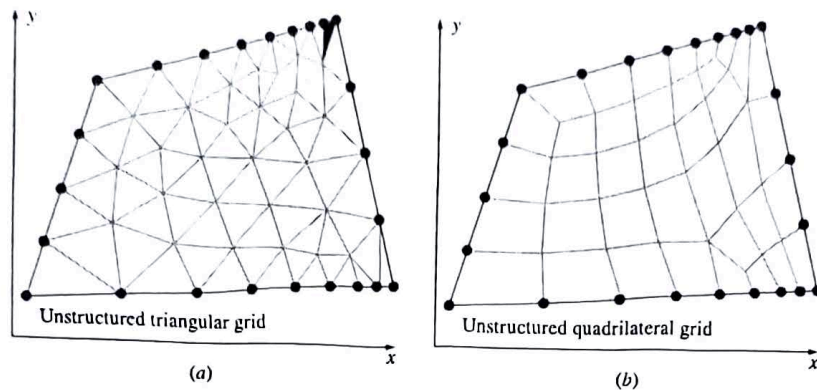

Fig. 1.8: Deux grilles non structurées [3]
- Une grille non structurée est constituée de cellules de formes diverses, mais typiquement des triangles ou quadrilatères (2-D) et des tétraèdres ou hexaèdres (3-D) sont utilisés. Deux grilles non structurées sont présentées à la fig. 1.8.